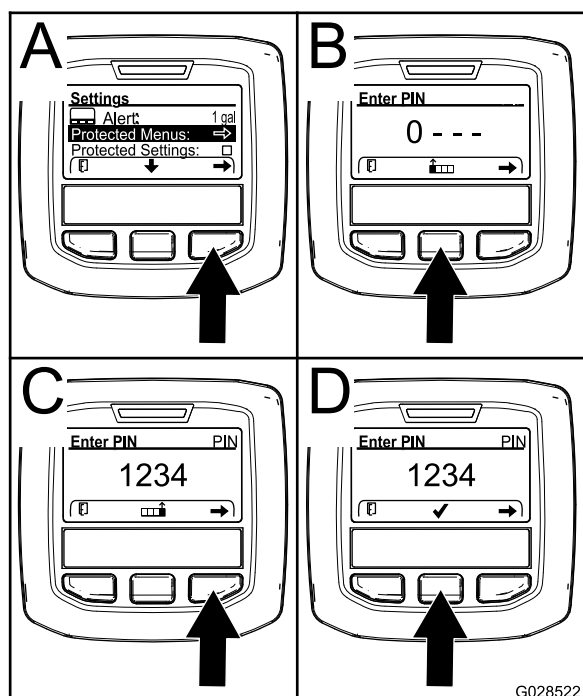

図 11
2. 右ボタンを押して保護メニューProtected Menuを選択する図 11のA。
- 数を大きくするには中央ボタン図 11のBを押す。
- カーソルを右の桁に移動させるには右ボタン図 11のCを押す。
**注** 中央ボタンの上に「チェックマーク」アイコンが表示されます図 11のD。
5. 中央ボタン図 11のDを押して設定を保存する。